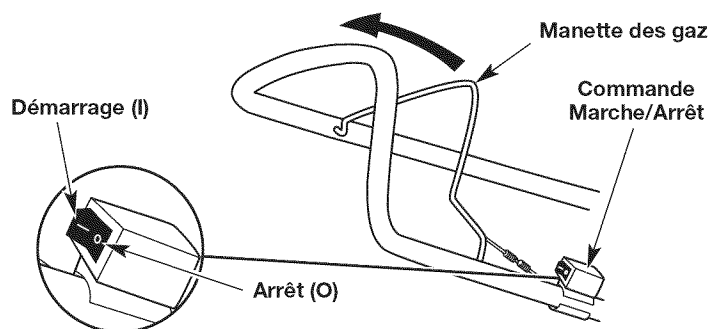

Fig. 4
REMARQUE : Il n'est pas nécessaire de faire démarrer la machine. La commande Marche/Arrêt est en position MARCHÉ (I) en permanence (Fig. 4).
2. Appuyez sur la commande Marche/Arrêt et maintenez-la en position **ARRÊT (O)** jusqu'à ce que le moteur s'arrête complètement (Fig. 4).